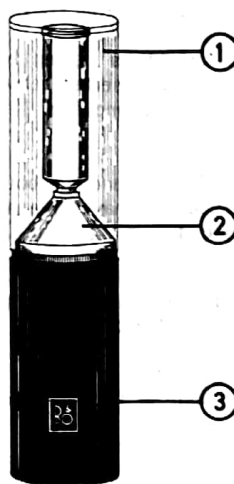

Fig. 1
Efter demonteringen af den beskyttende overpart (1) og underparten (3), hvori kablet er indlagt, kan foden (2) anvendes som bordstativ for BEOMIC 1000, se fig. 1.
After removal of the protective top section (1) and the bottom section (3) enclosing the cable, the base (2) may serve as a desk stand for the BEOMIC 1000; see Fig. 1.
Nach der Demontage des schützenden Oberteils (1) und des Unterteils (3), worin das Kabel Platz findet, kann der Fuss (2) als Tischstativ für BEOMIC 1000 benutzt werden, siehe Abb. 1.